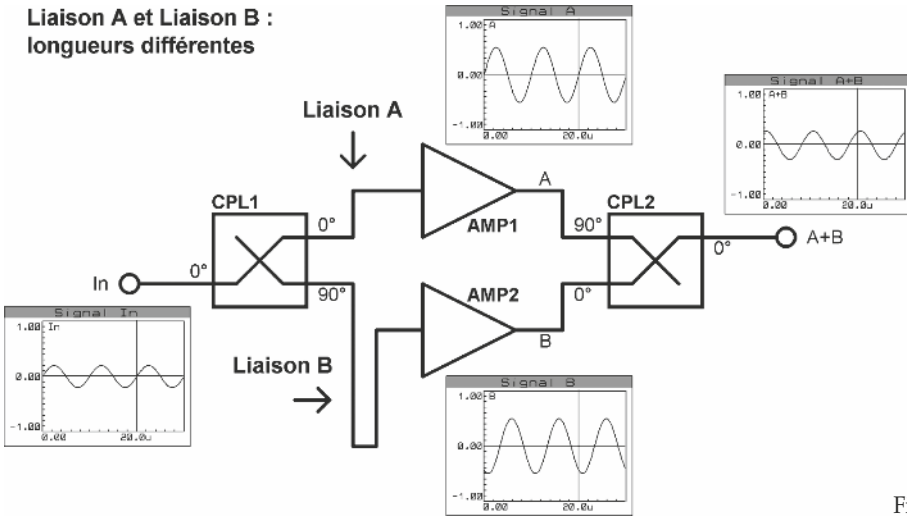

Figure 5.3
**Tentatoo** – Le problème de la répartition des courants dans chaque amplificateur est une chose. Mais la phase en est une autre. Comme je vous le disais tout à l'heure, le moindre centimètre de piste ou de câble a son importance dans les hautes fréquences. Regardez le synoptique de la **figure 5.3**, dans